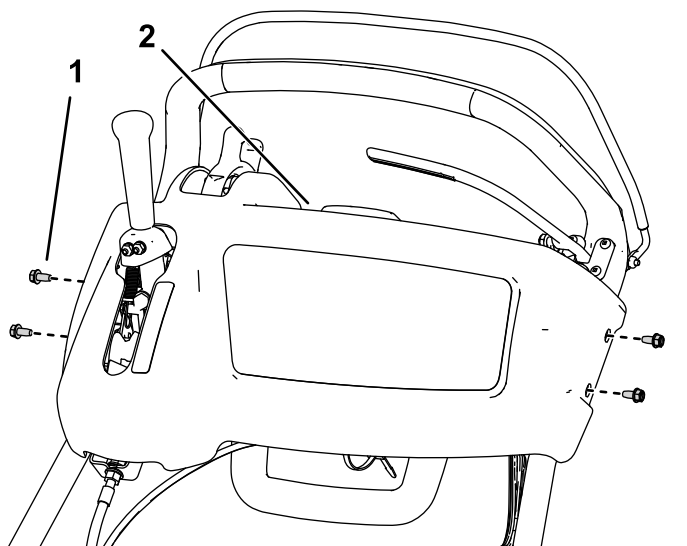

Figura 2
1. Îndepărtați cele 4 uruburi care fixează capacul consolei și scoateți-l (Figura 2).